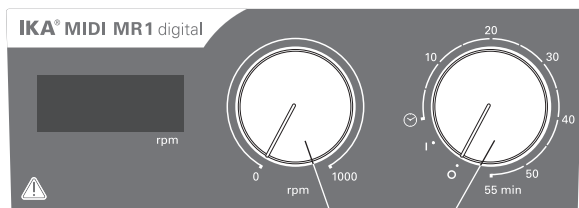

Fig. 3
- ☞ Kad įjungtumėte prietaisą, sukite pasukamuosius mygtukus „**Įjungti / išjungti**“ ir „**Laikmatis**“ (**B**, žr. **Fig. 3**) pagal laikrodžio rodyklę į padėtį „**1**“.
- ☞ Nustatykite variklio apskukas reguliavimo mygtuku „**Apsukos**“ (**C**, žr. **Fig. 3**). **MIDI MR 1 digital** galima nustatyti variklio apskukas nuo 0 iki 1000 rpm, o **MAXI MR 1 digital** – nuo 0 iki 600 rpm.